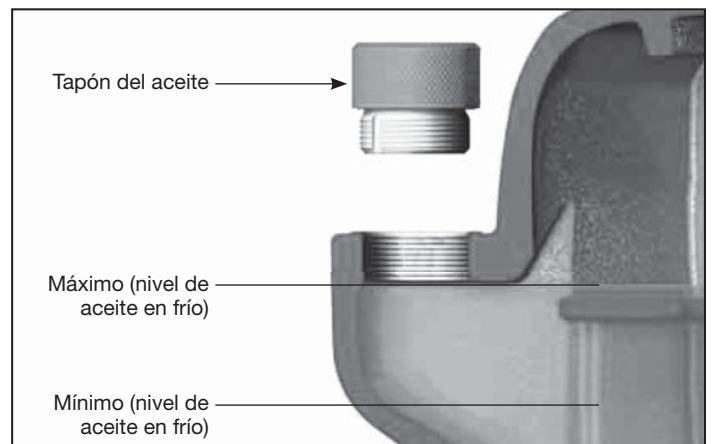

Figura 7 - Nivel de Aceite
**⚠ PRECAUCIÓN** *ESTA UNIDAD UTILIZA ACEITE. Antes de poner en funcionamiento el compresor, revise el nivel del aceite (ver Figura 7).*
**INSPECCIÓN DEL NIVEL DE ACEITE** (ver Figura 7)
5. Si es necesario, llene con el mismo tipo y marca de aceite hasta el nivel máximo (ver la Figura 7 y la sección de lubricación).
1. Verifique el nivel del aceite (ver Figura 7).